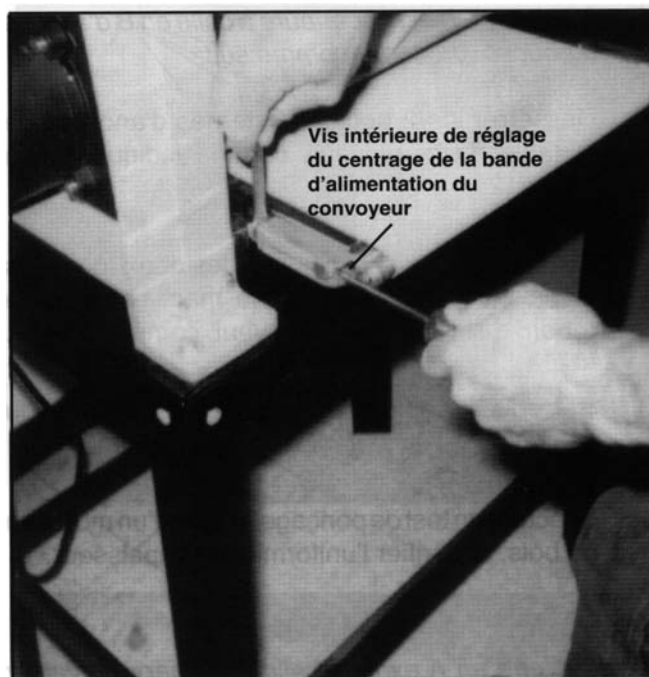

Figure 14
1. Les vis de réglage de la bande d'alimentation du convoyeur sont situées sur les faces interne et externe, à l'arrière de la ponceuse à tambour (voir figures 14 et 15).
5. Réduisez la tension de la bande d'alimentation du convoyeur en faisant tourner les deux vis, externe et interne, de réglage du centrage de la bande d'alimentation du convoyeur dans le sens contraire aux aiguilles d'une montre (voir figures 14 et 15 dans la section *Réglage du centrage de la bande d'alimentation du convoyeur*).